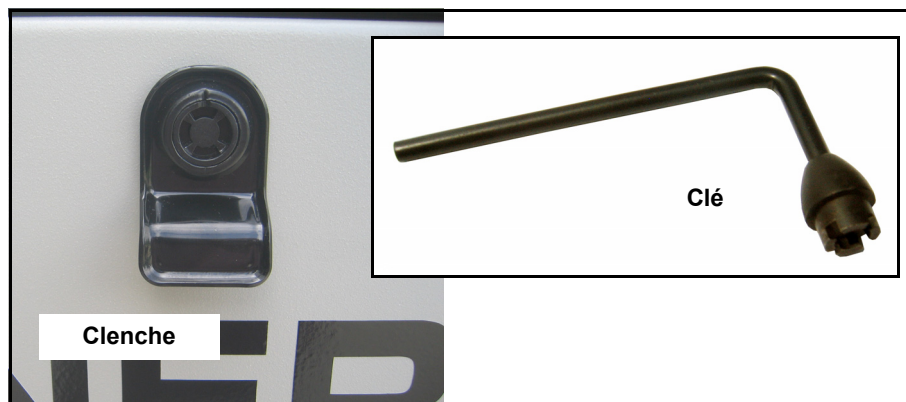

Figure 3-2. Clé du panneau d'accès
1. Insérez la clé dans le loquet et faites un demi-tour en sens antihoraire. Voir Figure 3-2.